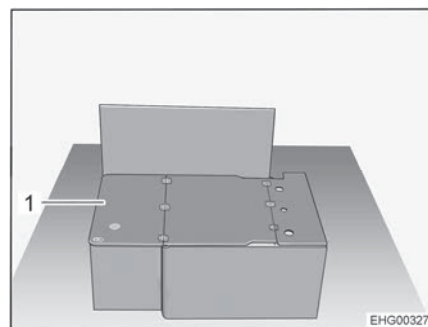

Fig. 39 Banquette longitudinale sans coussin
- Rabattre la planche (Fig. 39,1) de 180° et la poser sur le couvercle du coffre de banquette.